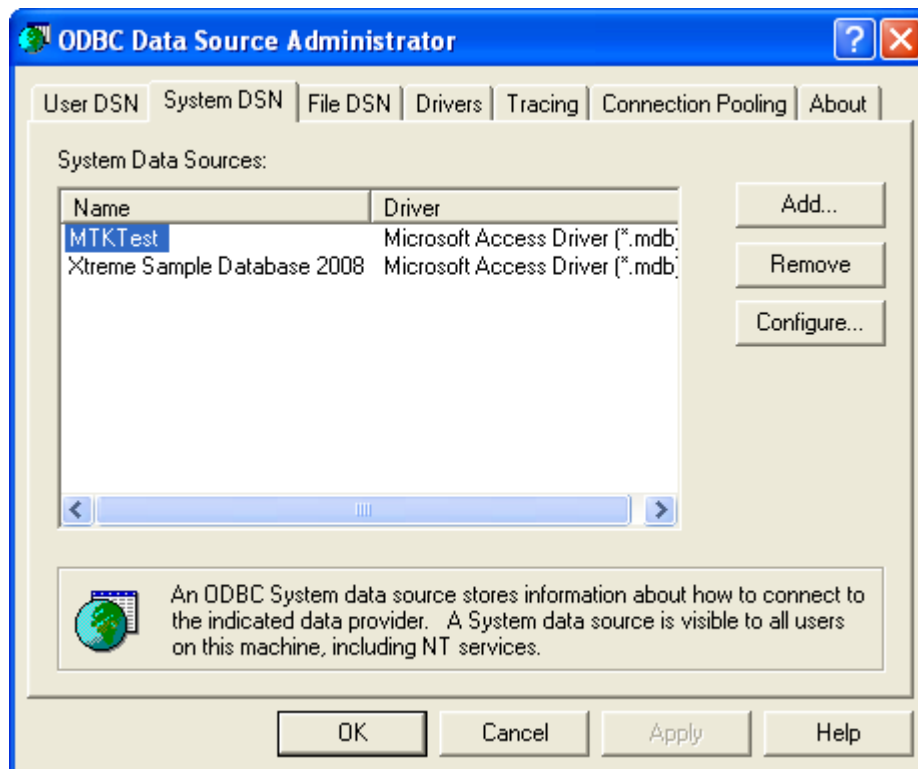

Figure 94 - ODBC Data Source Administrator (System DSN Tab)
4. Select the **System DSN** tab (Figure 94).